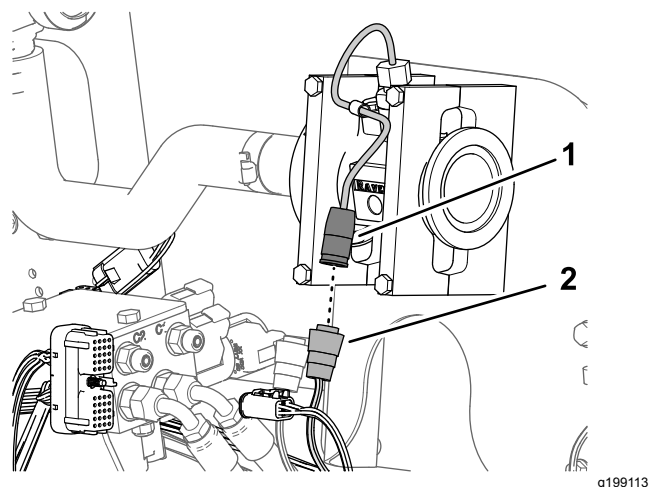

Figura 85
1. Ligue o conector de três tomadas da secção com 89 cm da cablagem rotulado FLUXÍMETRO (flow meter) no conector de três pinos do fluxímetro (Figura 85).